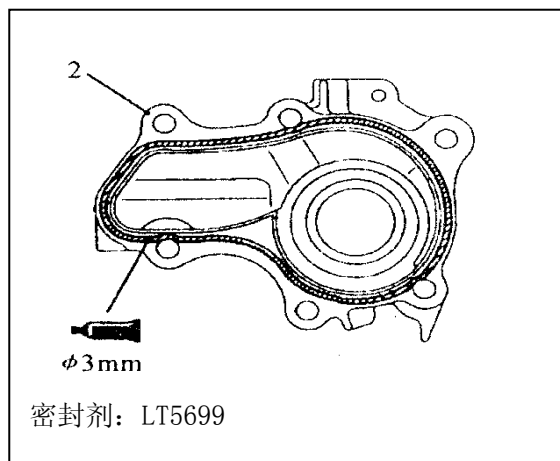

图 8-7
(1) 用衬垫刮板或钢丝刷把衬垫面上的附着物完全除去
(2) 使用指定的密封剂按图 8-7 所示位置均匀涂上,不必要的地方不要沾上密封剂,密封剂: LT5699。
(3) 在密封剂还处于湿的状态下(15min 以内),安装水泵。